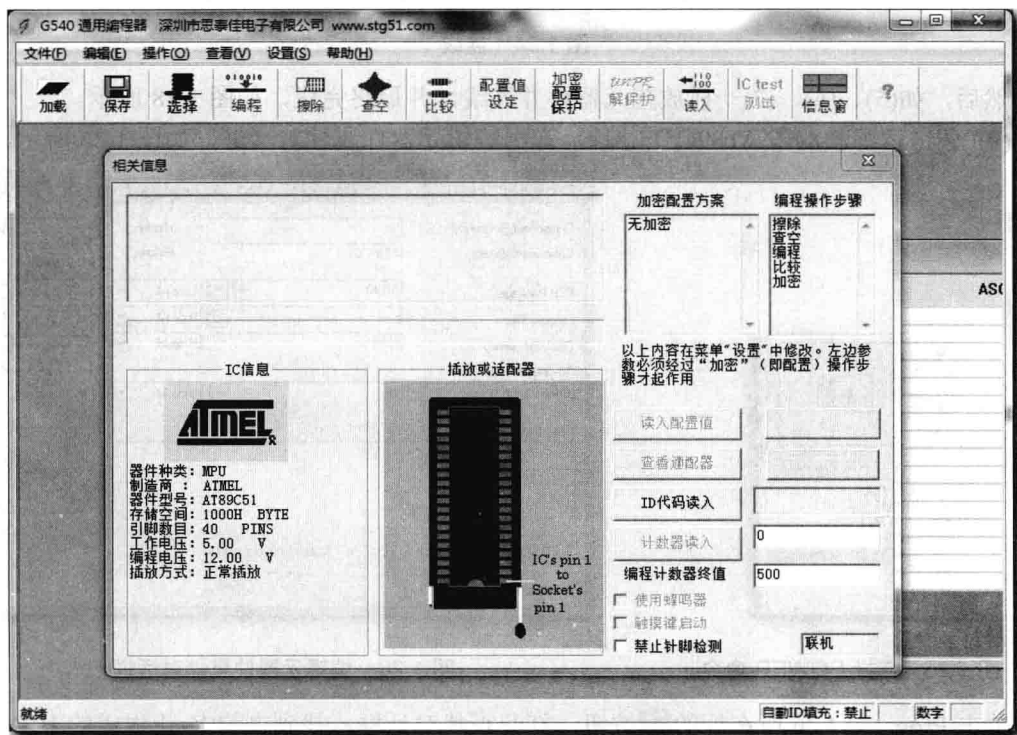

图 1.27 烧录软件主界面
(1) 连接编程器。本书所使用的编程器型号为 G540, 采用 USB 供电和通信, 使用方便。连接时只要将编程器自带的 USB 线插接到编程器和电脑上即可(PC 端需按要求安装 USB 驱动程序)。
(2) 安插芯片。根据编程器外壳提示方向, 正确插入芯片。
(3) 打开 G540 配套烧录软件, 如图 1.27 所示, 再“三步走”就可以了。